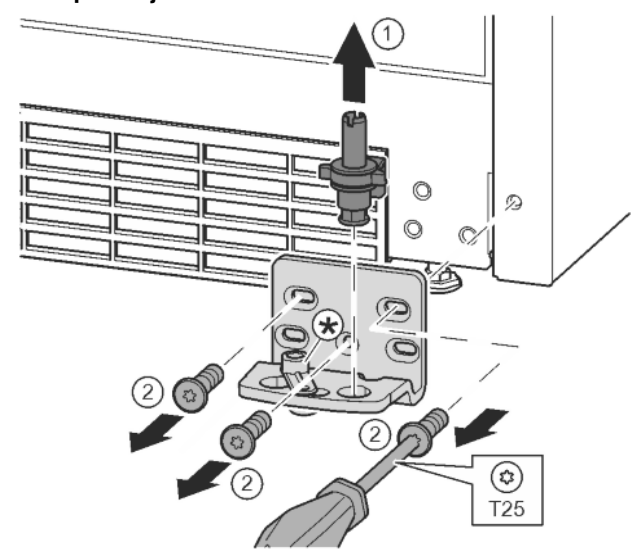

Fig. 15
- ▶ Ložiskový čep celý vytáhněte nahoru. *Fig. 15 (1)*
- ▶ Šroubovákem T25 vyšroubujte šrouby a sejměte stojan ložiska. *Fig. 15 (2)*